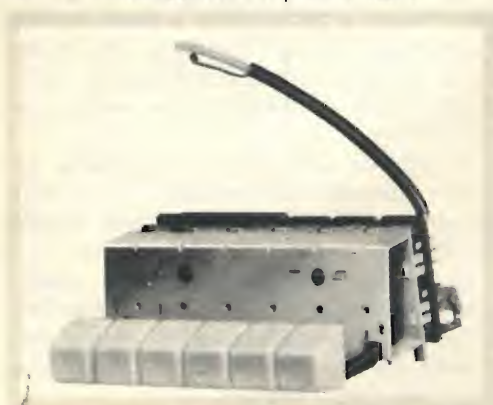

Fig. 1 - Gruppo A.F. a tastiera
- 1) Gruppo amplificatore oscillatore, fig. 1, O/516, per segnali a modulazione di ampiezza. Del gruppo fa parte anche la tastiera meccanica per la commutazione dei circuiti.